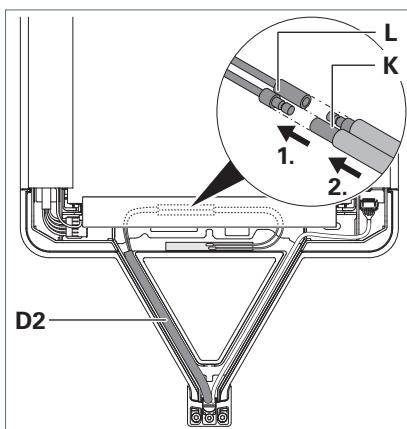

Fig. 6: Antenne anschließen.
- ▶ Legen Sie die Versorgungsleitung **D2** aus dem Standrohr in den Tragarm des Leuchtenkopfs, siehe Fig. 6.